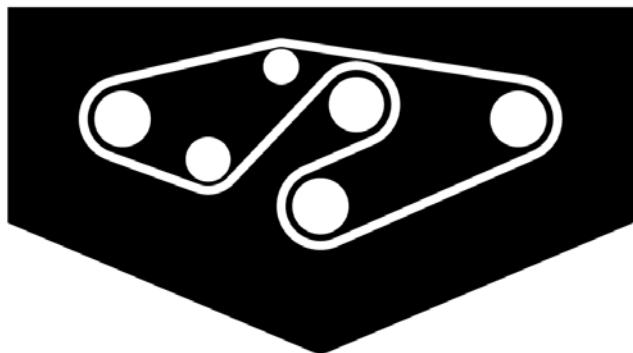

Figura 35
4. Coloque a nova correia nas polias da barra e na estrutura da polia intermédia, como se mostra na Figura 35.